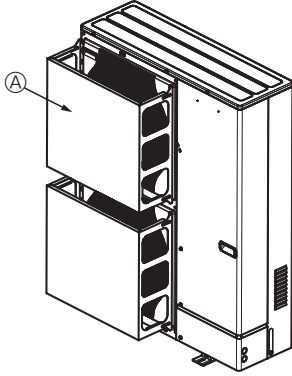

Fig. 2-4
- ② Asenna ylimääräinen ilman suojausohjain, jos yksikkö sijoitetaan sellaiseen paikkaan, jossa esim. myrskytuulet pääsevät puhaltamaan suoraan ilman ulostuloon. (Fig. 2-4)